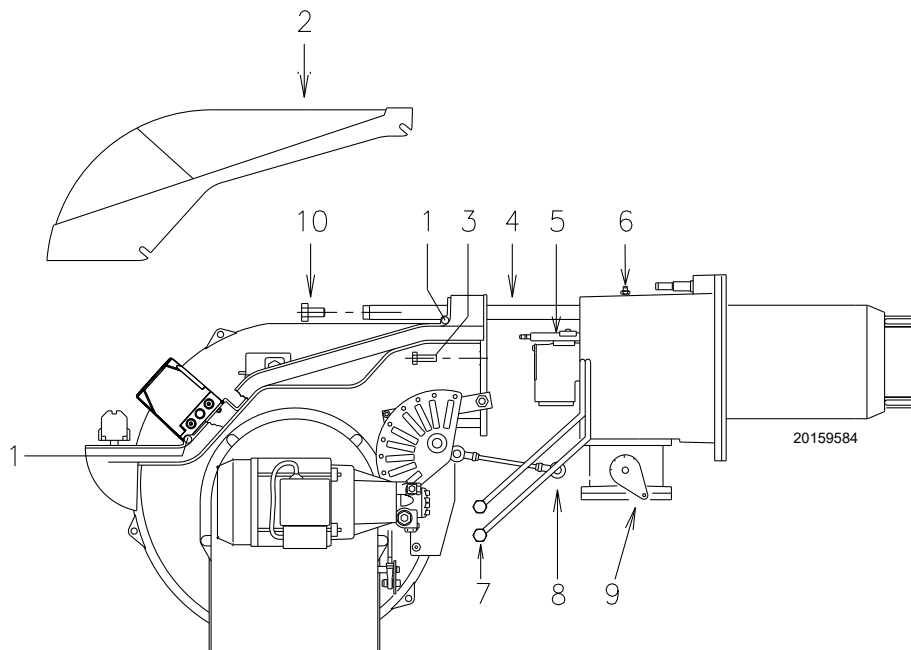

Fig. 44
- Aflojar los tornillos 1) y quitar la tapa 2)(Fig. 44).
- Desconectar los tubos del gasóleo 7)(Fig. 44).
- Quitar los tornillos 3) y hacer retroceder el quemador unos 100 mm sobre las guías 4)(Fig. 44). Desconectar los cables de los electrodos y a continuación hacer retroceder por completo el quemador.
Ahora es posible extraer la parte interna 5), después de haber retirado el tornillo 6)(Fig. 44).